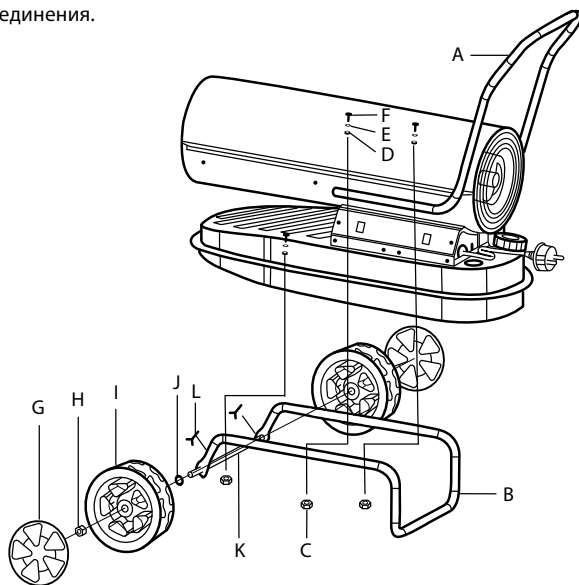

Рис. 3
1. Вставьте вал (К) в соответствующие отверстия ножки (В); вставьте плоскую шайбу $\varnothing 12$ (J) с обеих сторон вала, закрепите колеса (I) на вал (К), закрутите гайки М12 (Н), чтобы зафиксировать колеса на валу; установите крышки колес (G) на колеса (I).
3. Используя болты (F), плоские шайбы (Е), пружинные шайбы (D), гайки (С), закрепите к корпусу тепловой пушки ножку и ручку (как показано на рис. 3).